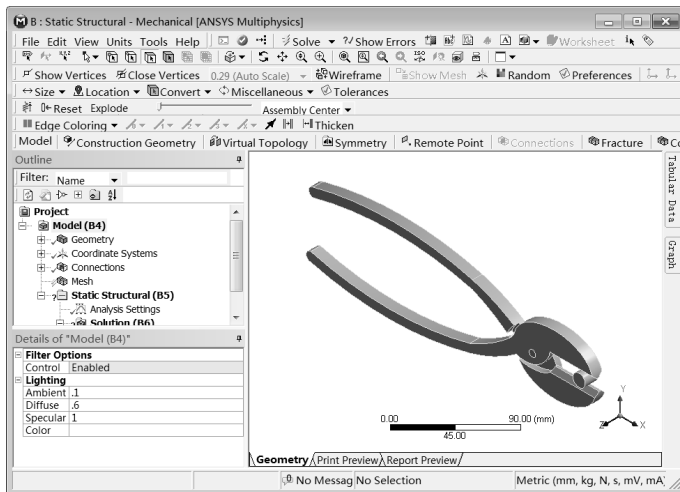

图 13-13 Mechanical 界面
Step1:双击主界面项目管理区项目 B 中的 B4 栏 Model 选项,进入如图 13-13 所示的 Mechanical 界面。在该界面下即可进行网格的划分、分析设置、结果观察等操作。